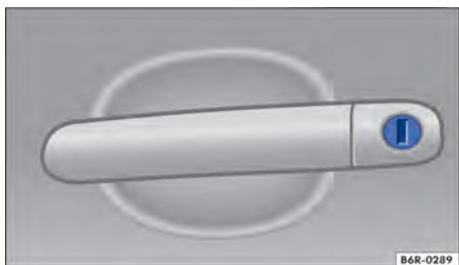

Fig. 155 Maçaneta da porta do condutor com cilindro da fechadura.
- Introduzir a haste da chave no cilindro da fechadura e destravar ou travar o veículo → Fig. 155.